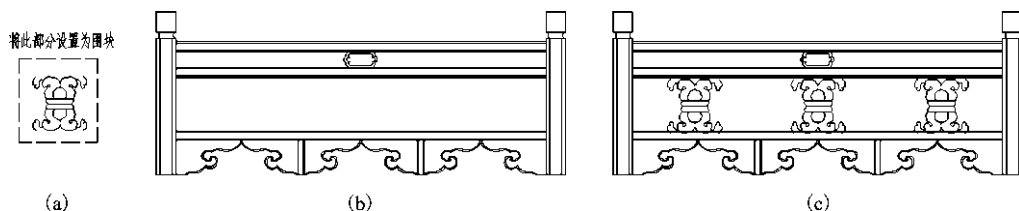

图 1-71 用块定数等分对象
【实例 1-29】 (1) 将图 1-71(a) 虚线框内的对象定义为图块, 图块名为 tu。(2) 将图块 tu 插入图 1-71(b) 相应位置, 完成后的图形如图 1-71(c) 所示。
③删除直线 AB 及两个多余的块, 结果如图 1-71(c) 所示。